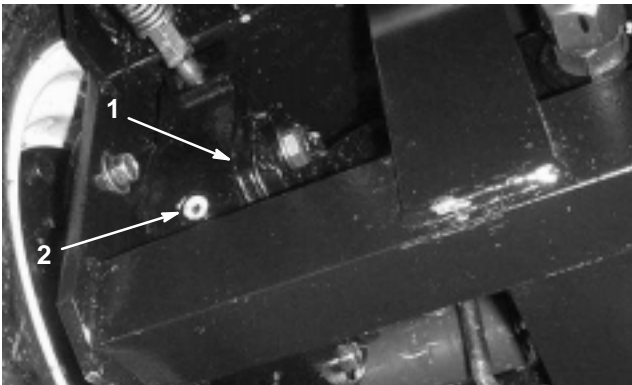

Bild 7
2. Entfernen Sie die Verschlussschraube (Bild 6) vom Planetengetriebe und kontrollieren die Prüfschraube an der Rückseite der Bremse (Bild 7). Der Ölstand muss die Unterseite des Prüflochs an der Rückseite der Bremse erreichen.